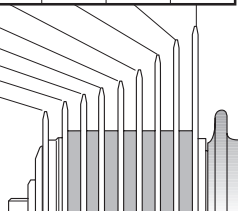

Fig. 10
Per ogni pacco pignoni, rispettate scrupolosamente la tabella delle composizioni standard (Fig. 10). **Non** utilizzate mai un pignone di un tipo al posto di un altro. Esempio: nel pacco 12/21 non montare un pignone 17B al posto del 17A.
**Attention:** Dans les ensembles de pignons, n'utilisez que des pignons et entretoises "9 Speed". Respectez scrupuleusement le tableau des compositions standards (Fig. 10) pour chaque ensemble de pignons. N'utilisez **jamais** un type de pignon à la place d'un autre.
You must strictly follow the table of standard compositions (Fig. 10) for every sprocket assembly. **Never** use a different type of sprocket in place of a specified sprocket. Example: never fit a 17B sprocket instead of a 17A sprocket in the 12/21 assembly.
Respecto a cada rueda libre, obedecer rigurosamente la tabla de composiciones estándar (Fig. 10).
Hanteer nauwgezet de tabel met standaardcomposities (Fig. 10) voor iedere cassette.